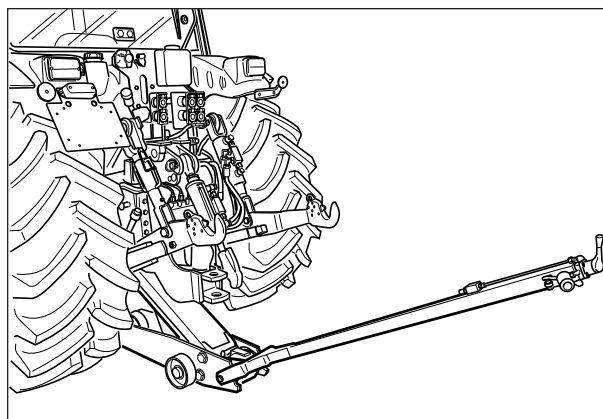

Fig. 63
- Para quitar una rueda trasera inserte los tacos de madera en el eje delantero para bloquear completamente la oscilación del tractor. Utilice el elevador de carro de tipo idóneo en el centro del eje trasero (Fig. 63).